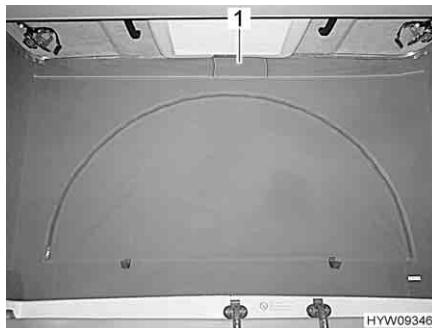

Fig. 35 Aerazione (chiusa)
- Aprire la chiusura a velcro della membrana in tessuto (Fig. 35,1) sotto il tetto a soffietto. Dietro la membrana in tessuto è stata applicata una zanzariera per impedire agli insetti di entrare.